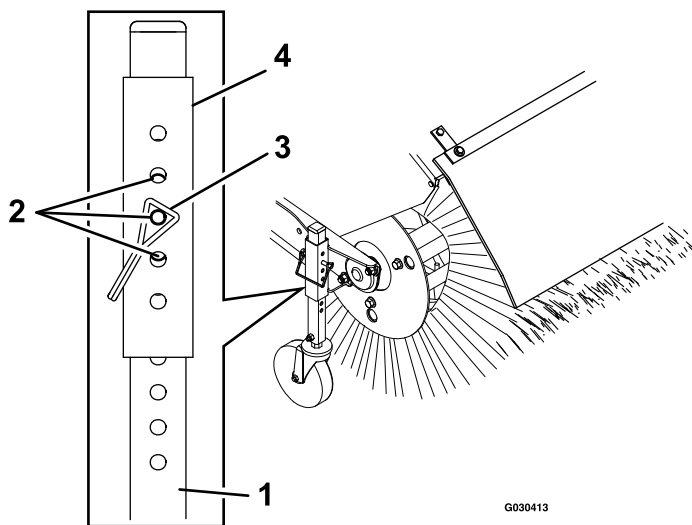

Figura 17
5. Per regolare l'altezza della spazzola, rimuovete e conservate il perno del manicotto del regolatore e il tubo della ruota orientabile (Figura 17).
- Per le regolazioni di precisione, fate scorrere il manicotto del regolatore in su o in giù di 1 foro del perno sul tubo della ruota orientabile per regolare l'altezza della spazzola in incrementi di 3 mm (Figura 17). Ripetete le fasi da 5 a 7 per l'altra ruota orientabile.